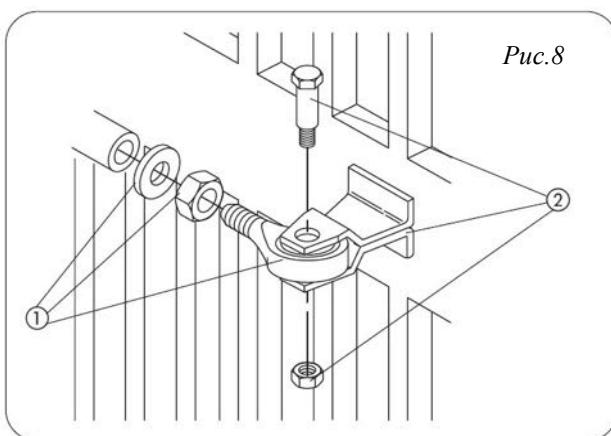

Рис.8
3) Вверните наполовину переднее кольцо привода в шток (Рис. 8 ①) и затяните его гайкой.
7) Установите передний кронштейн на шток (Рис.8 ②)